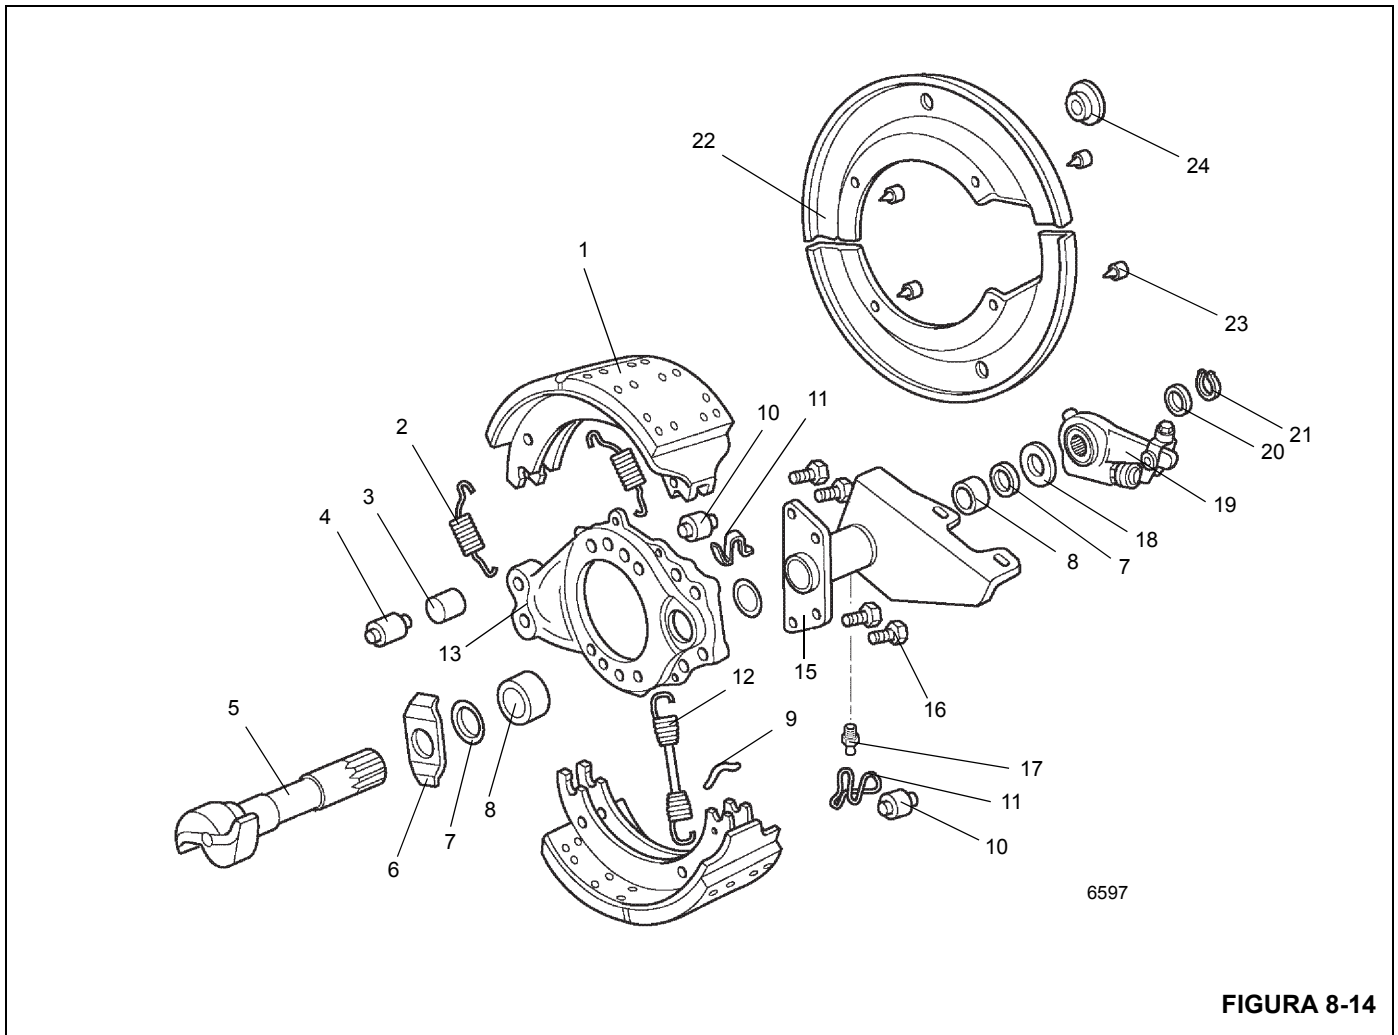

FIGURA 8-14
8. Force os laços do retentor de rolete para fora dos furos da alma da sapata. Articule o retentor do rolete para girar os laços, afastando-os das almas da sapata (Figura 8-14).